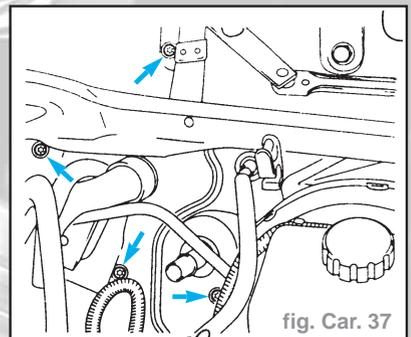

fig. Car. 37
- Boîtier de répartition d'air du tablier (4 vis) (fig. Car. 37).